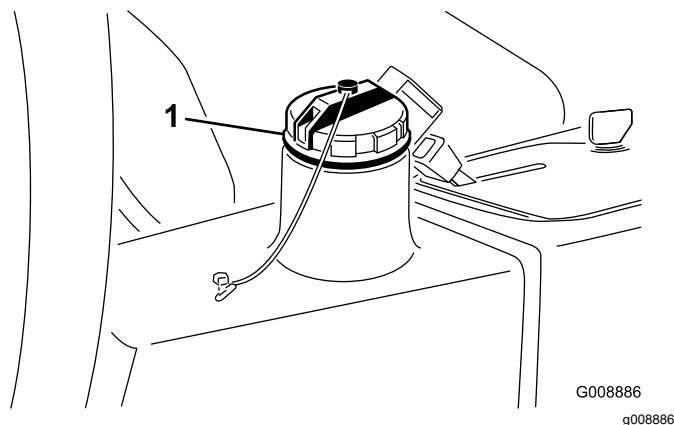

図 60
3. タンク図 60 に油圧オイルを入れる。容量は約 13.2 リットル油圧系統を点検する」を参照。